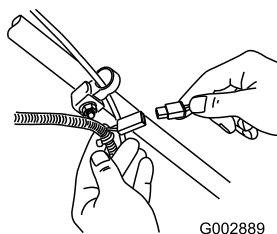

Figura 50
1. Conecte el cargador al arnés de cables del cortacésped, situado debajo de la llave de contacto (Figura 50).